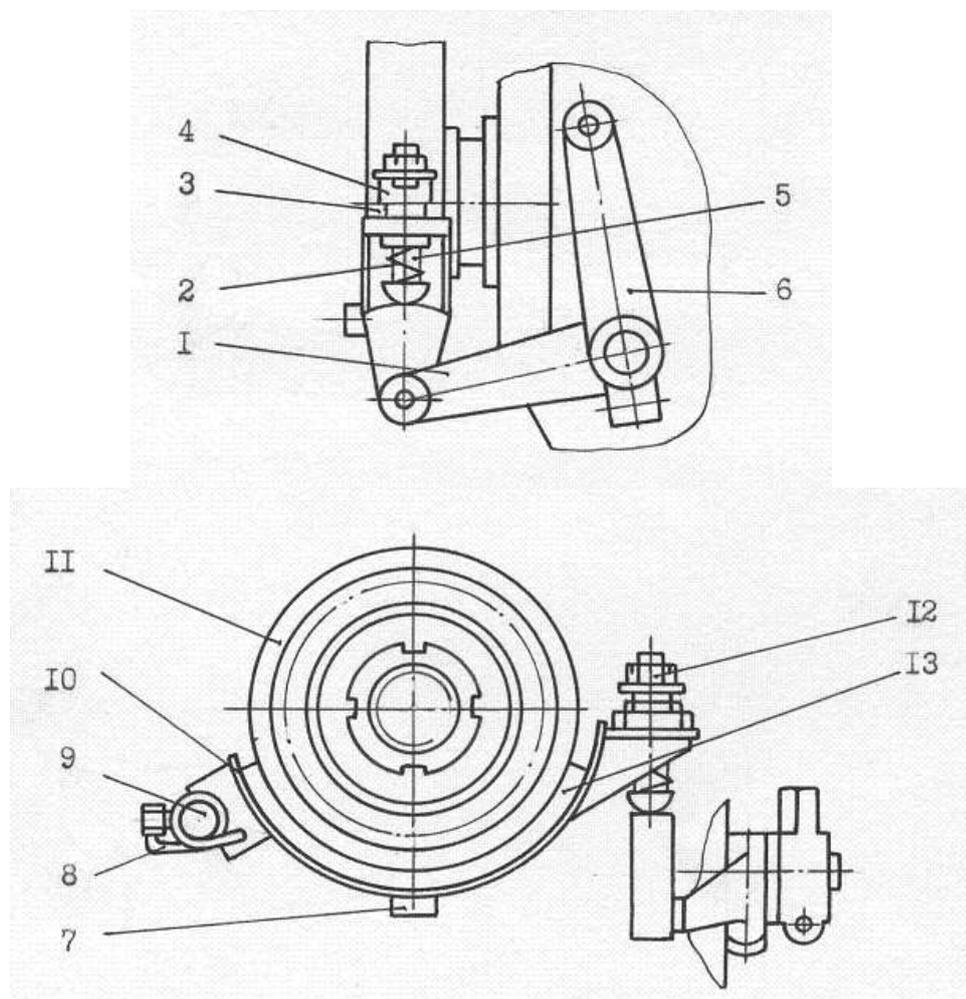

Рисунок 7 Тормозок
- отключить тормозок – вывернуть вверх на несколько оборотов втулку 4 (**рисунок 7**);
На автогрейdere установлен тормозок (**рисунок 7**), предназначенный для остановки верхнего карданного вала, а, следовательно, и первичного вала коробки передач на всех передачах. Это необходимо для облегчения переключения передач.
В конструкции тормозка для 250 модели автогрейдера в связи с изменением направления усилия для выключения муфты сцепления тормозная колодка 10 (рисунок 7) и кулачок 1 установлены сверху над фланцем 11.